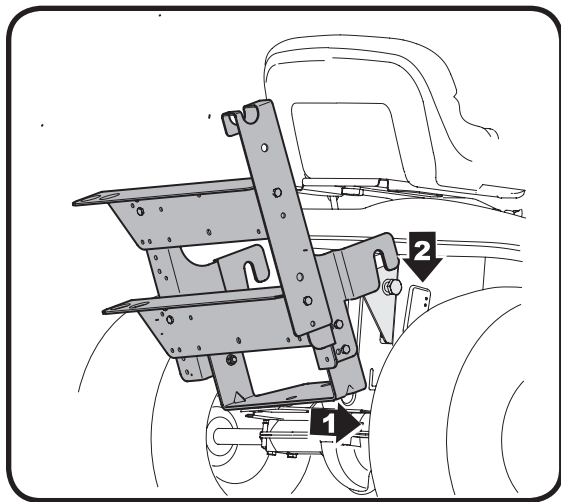

Figure 11
5. Placez les extrémités en crochet du support de fixation sur la face extérieure des paliers supports et sur les boulons à épaulement installés de chaque côté du châssis du tracteur. Voir la Figure 11.
4. Placez les extrémités en crochet du support de fixation sur la face extérieure du palier support et sur les boulons à épaulement installés de chaque côté. Utilisez la Figure 11 comme référence.